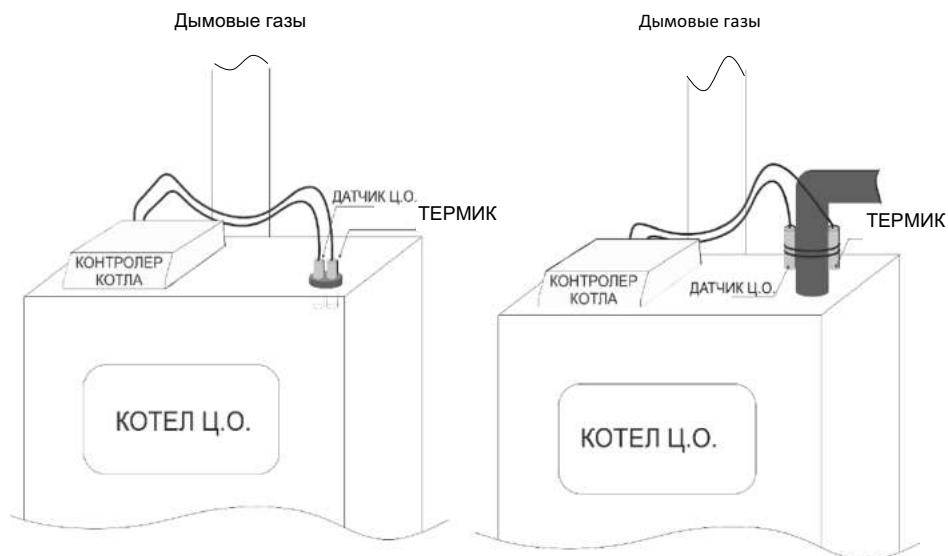

Рисунок 9.2. Схема размещения термика
– Размещение термика и датчика Котла (см. рис.9.2): термик - это биметаллический датчик, который находится рядом с датчиком температуры Котла в капилляре или на трубе подачи воды в установку ЦО как можно ближе к Котлу. Датчик ГВС устанавливается в бойлере.